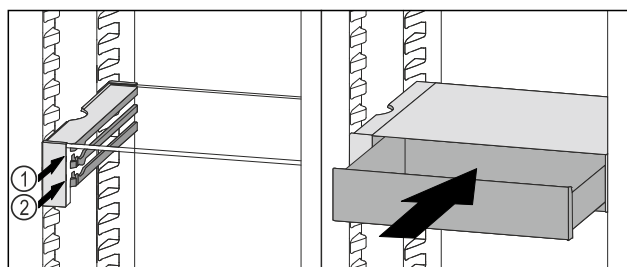

Fig. 87
- Posizionare il cassetto VarioSafe dietro i tappi sulla nervatura desiderata Fig. 87 (1) o Fig. 87 (2).